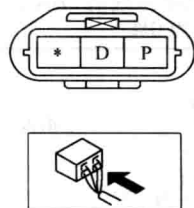

图 2-14 发电机接线端插头
⑤ 确认在发动机运转时，发电机顺利旋转，无任何噪声。如有任何噪声，找出原因，并对发电机进行修复或更换。
⑥ 测量各个接线端的电压，如图 2-14 所示，应符合发电机标准电压要求，如不符合规定，应对发电机进行必要的维修或更换。